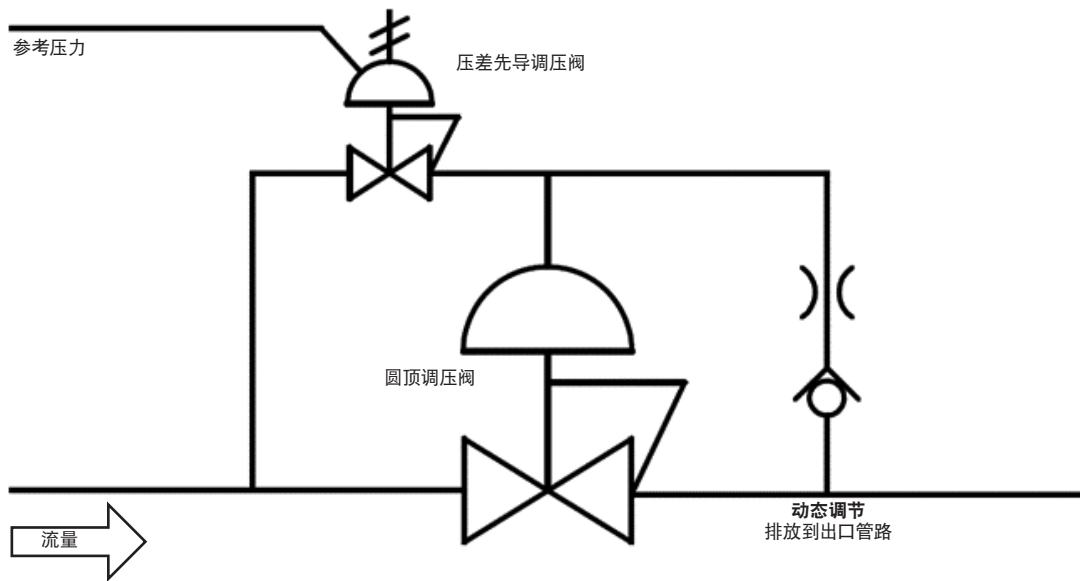

图 4
- **差压先导控制**。在此设置中，参考压力管路可以连接到整体式先导调压阀上（图 4）。然后可以调节先导调压阀以设定偏置压力。则主调压阀的出口压力将被设为等于参考压力加偏置压力。